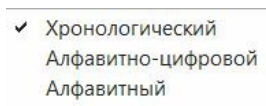

рис.90
- Оказывается, последовательность строк компонентов в НСб можно менять. Для этого поставьте курсор на самую верхнюю строку сборки, КМ, команда **Последовательность навигатора** – рис.10. В ответ система предоставит перечень возможных опций (рис.90). Далее все понятно.